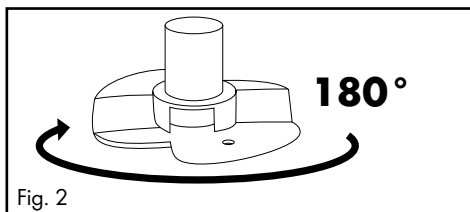
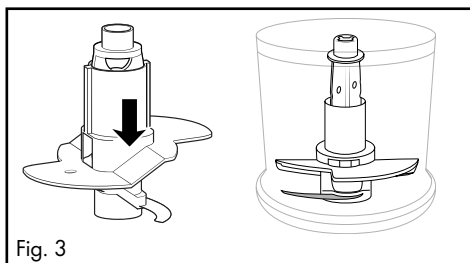

Fig. 2
Fig. 3
– Për 200 ml kremi, rrotulloni diskun e emulsionit **11** horizontalisht për 180° (fig. 2), në mënyrë që të mbështetet vetëm në një tehet **8** dhe të fiksohet në vendin e vet (fig. 3). Më pas lëviz më lart përmes kremit: